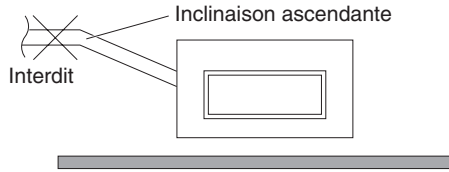

Fig. 3-16
- **N'installez pas le tube avec une inclinaison ascendante à partir de l'orifice de connexion. Ceci entraînerait un retour de l'eau de vidange et une fuite lorsque l'unité est arrêtée. (Fig. 3-16)**